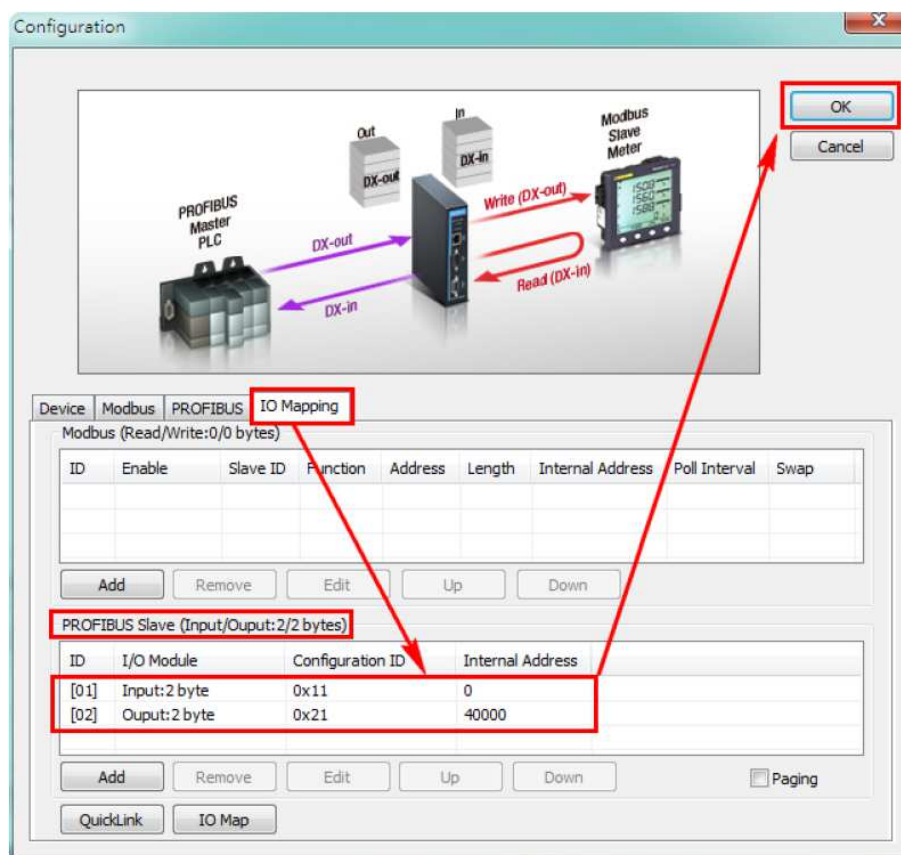

Рис.32
2.1.5 Во вкладке **IO Mapping** следует выбрать тип ввода/вывода аналогично, установленному в пункте 1.3.1. В данном случае – это 2-байтовый ввод и 2-байтовый вывод (Рис.32):